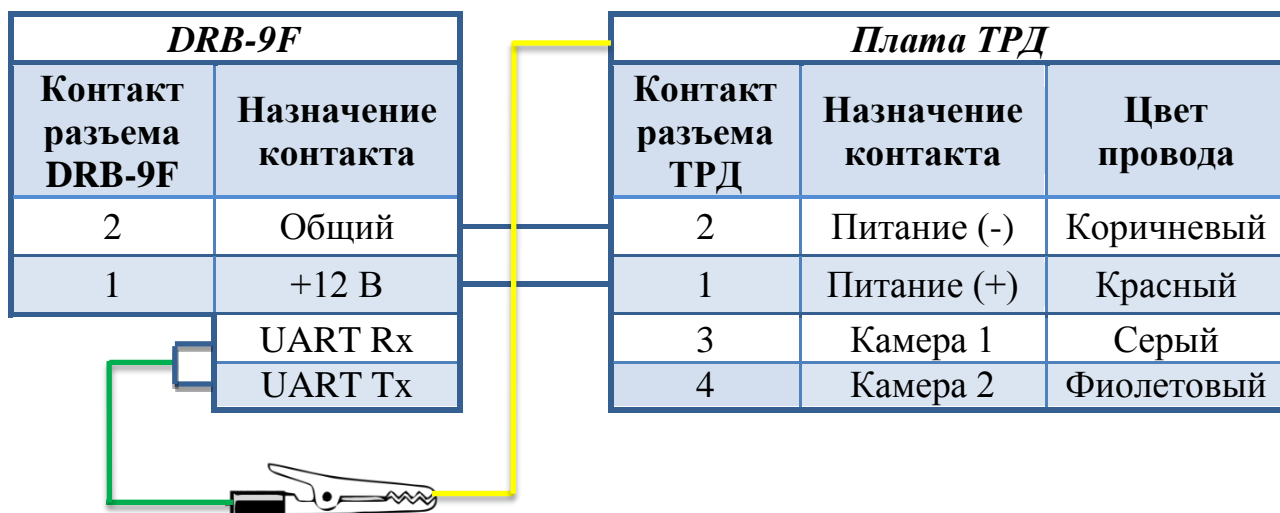

Рисунок 12 – Схема подключения расходомера к USB-адаптеру
3. Подключить расходомер к ПК. В качестве устройства для подключения расходомера к ПК использовать USB-адаптер 2.2, выпускаемый нашим предприятием (рис. 12).